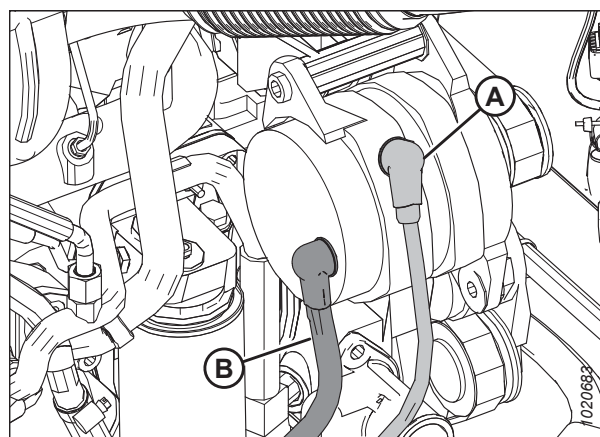

Figure 5.32: Alternateur
- Ne court-circuitez **PAS** les bornes de la batterie ou de l'alternateur et ne permettez pas la mise à la terre du câble (B) positif (+) de la batterie ou du fil de l'alternateur.
- Si les fils sont déconnectés de l'alternateur, reportez-vous à la Figure 5.32, page 271 pour assurer une connexion correcte.